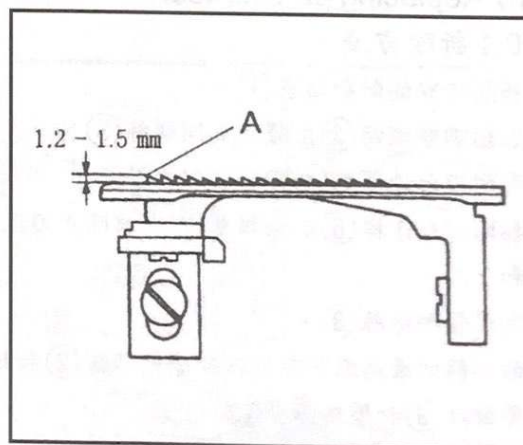

Fig.60
當狗齒在最高點時，主狗齒③和針板的高度為 1.2-1.5mm，前後狗齒必須保持一樣的高度。(Fig.60)
Align the differential feed dog even with the main feed dog. (Fig.60)